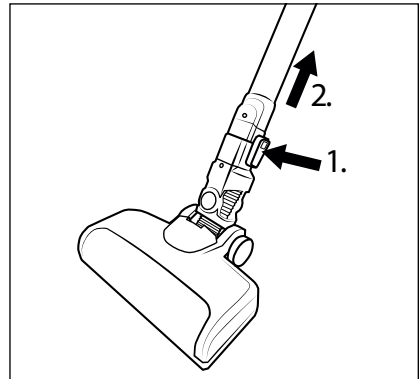

Abb. 12
- ◆ Um die Bodenbürste ⑳ vom Saugrohr ㉔ zu entfernen, halten Sie die Bodenbürsten-Entriegelungstaste ㉓ gedrückt und ziehen Sie das Saugrohr ㉔ von der Bodenbürste ㉒ ab (siehe Abb. 12).